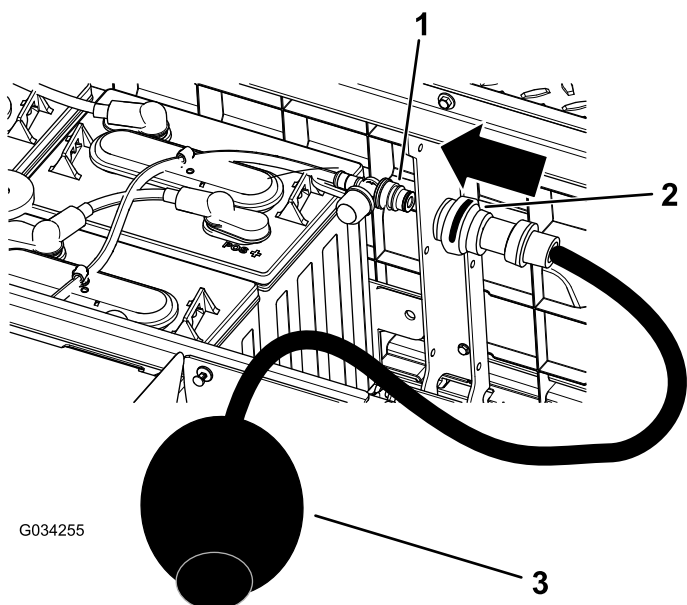

Figura 38
4. Conectați pompa manuală de apă Toro la orificiul de umplere cu apă (Figura 38).